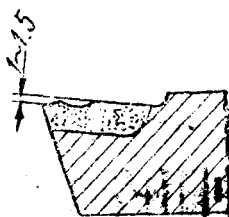

图 1
1. 在刀具前面上磨出月牙槽（几何形状见图1），切屑基本上不断，而浪费贵重的硬质合金。因为磨出的月牙槽深度很大（1~1.5公厘），这样一把刀磨不了几次已不能再用了。